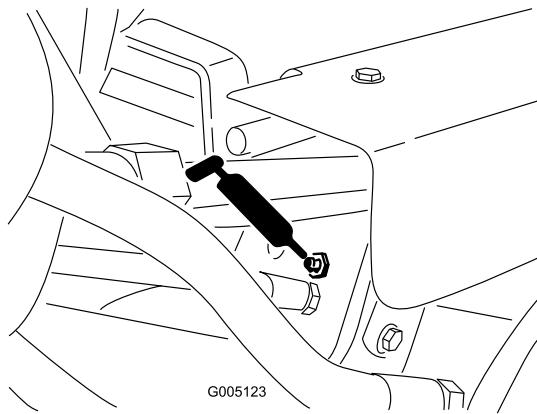

**Figura 39**
- Extremidade do cilindro da direcção (Figura 39)